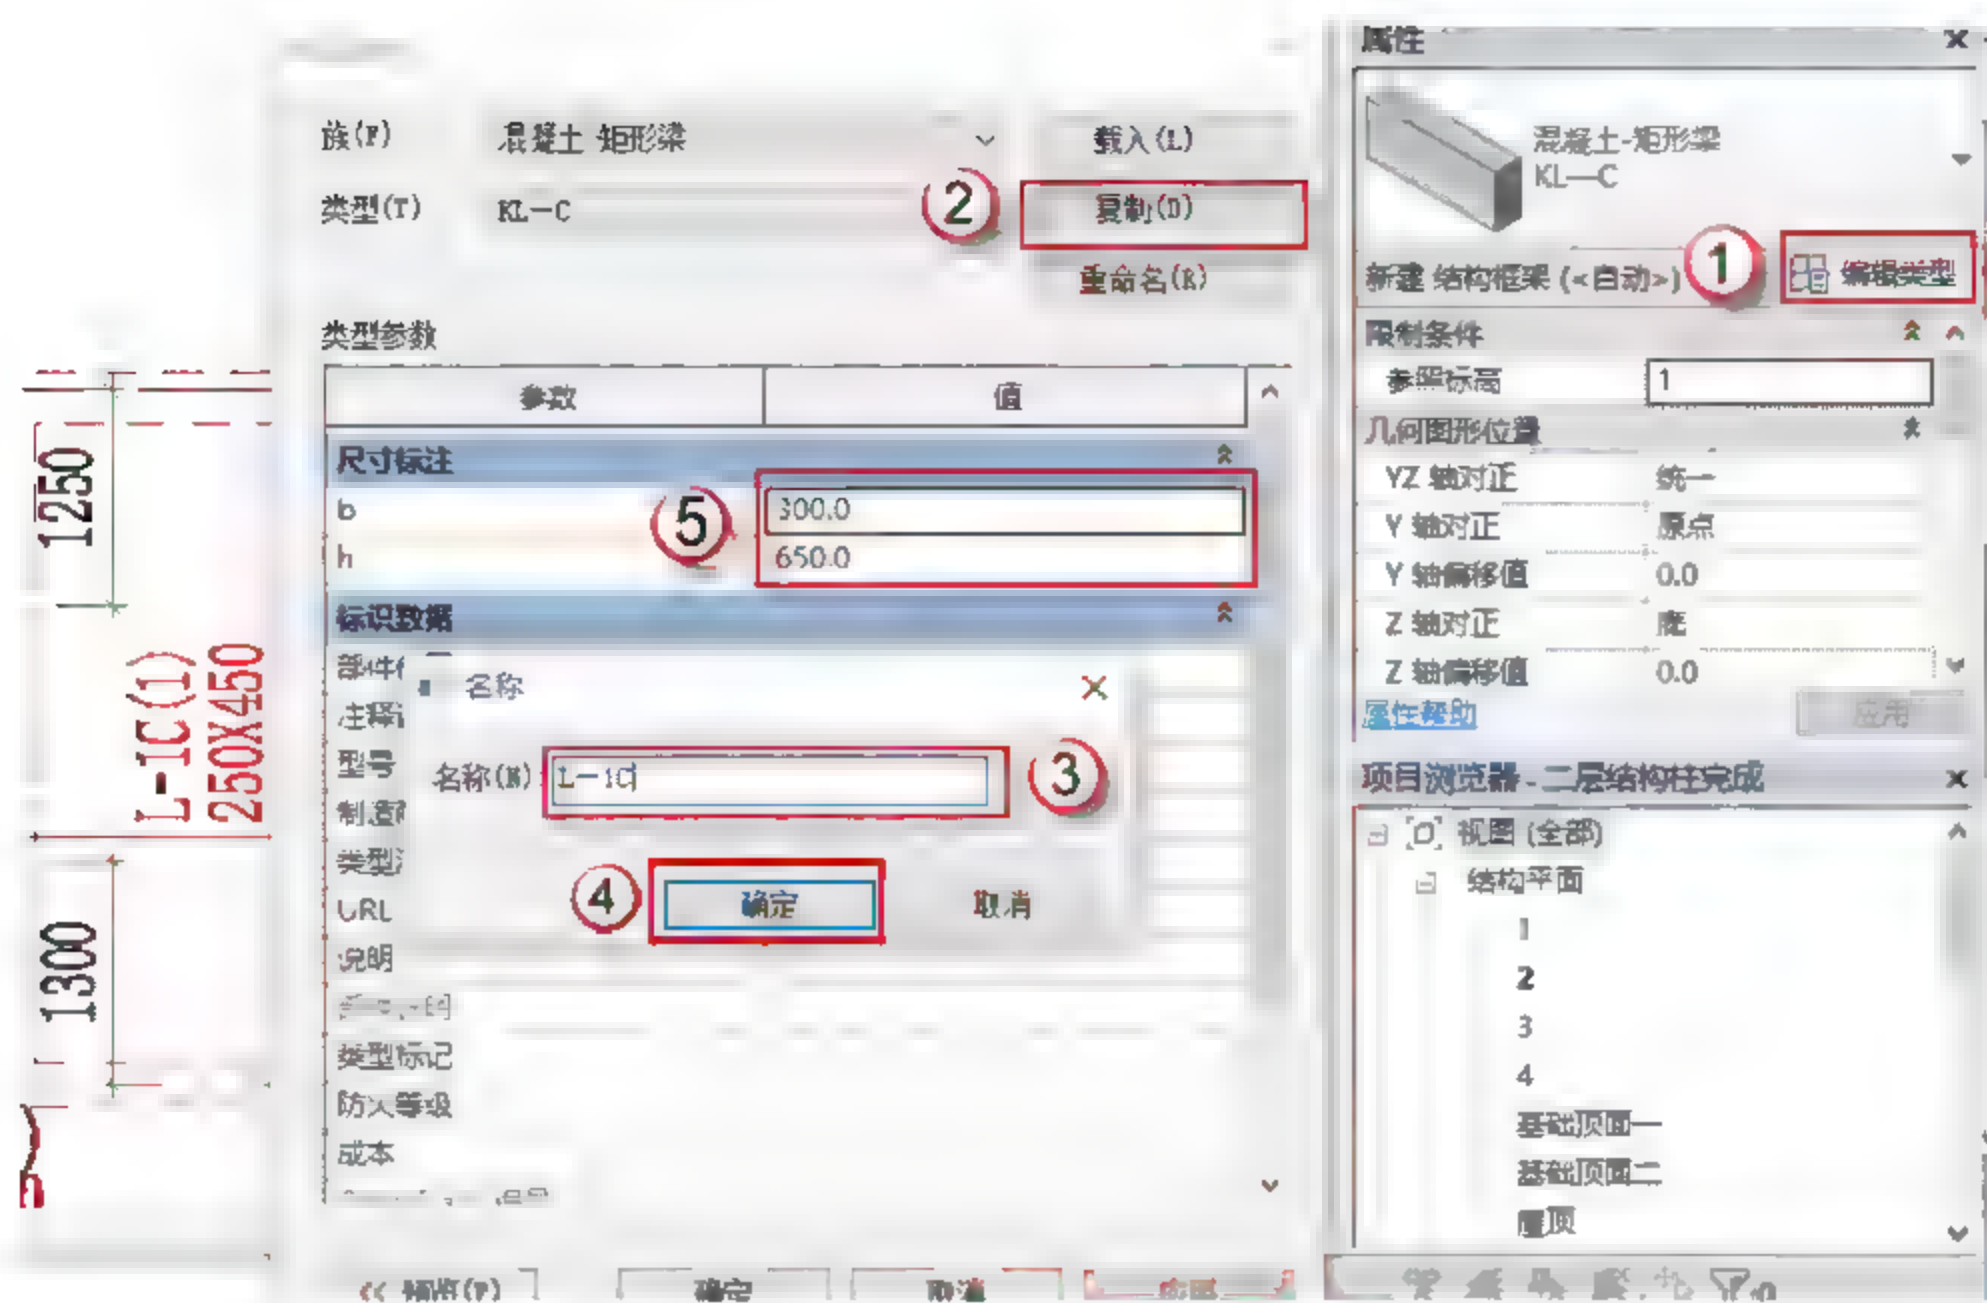

图 4.2.83 设置 L-1C 参数
(8) 设置矩形梁 L-1C 参数, 按快捷键 **B+M**, 出现绘制的界面, 单击“编辑类型”按钮, 在弹出的对话框中单击“复制”按钮, 再在弹出的对话框中命名新的族 L-1C, 单击“确定”按钮。在“尺寸标注”栏设置参数, 如图 4.2.83 所示。